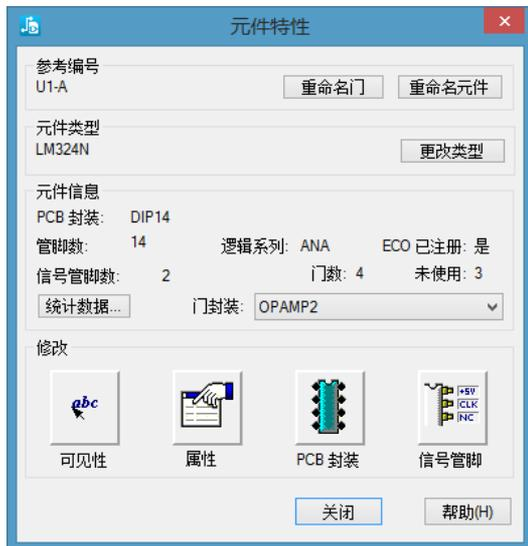
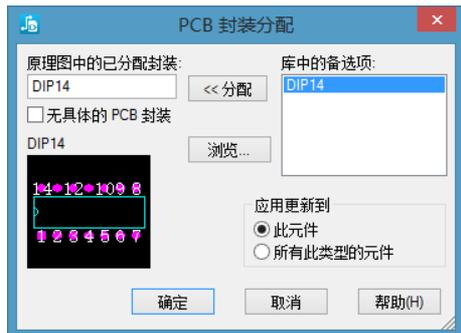
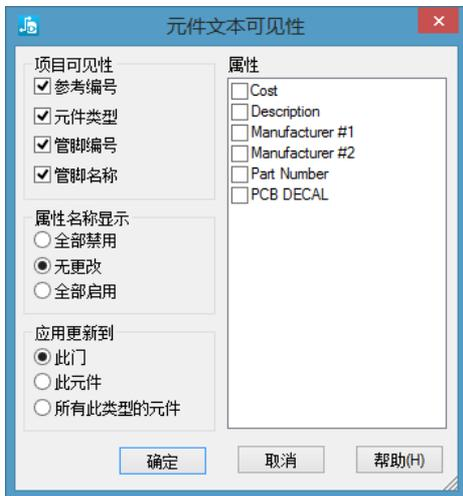
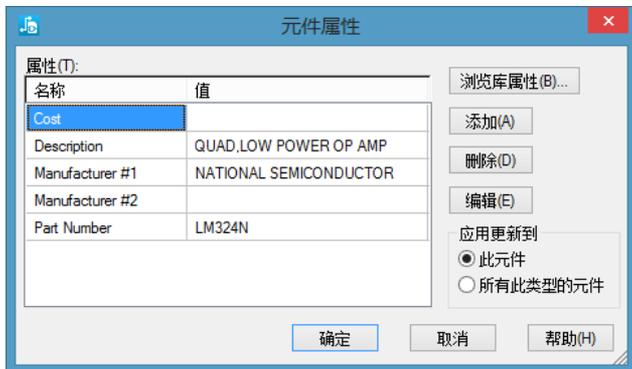

图 3-24 “元件特性”对话框
图 3-26 “PCB 封装分配”对话框
图 3-28 “元件文本可见性”对话框
图 3-29 “元件属性”对话框
在原理图上放置了元件后，就可以对元件属性进行编辑。双击元件，或者单击鼠标右键，在弹出的快捷菜单中选择“特性”命令，则可以进入如图 3-24 所示的“元件特性”对话框，可在此对话框中编辑元件的特性。下面详细讲解该对话框的操作。
用户可以通过如图 3-24 所示对话框来设置元件的封装。单击该对话框中的“PCB 封装”按钮，系统会打开如图 3-26 所示的“PCB 封装分配”对话框。
对于元件的描述文本，如元件名、流水号、引脚名称等可以设置它们的可见性。为了设置元件文本的可见性，可以单击如图 3-24 所示的“元件特性”对话框中的“修改”区域内的“可见性”按钮，即图标按钮 ，系统会打开如图 3-28 所示的“元件文本可见性”对话框。
元件的属性有很多内容，如元件的注释、封装参考等。用户可以单击图 3-24 所示对话框中的“属性”按钮，即图标按钮 ，系统会打开如图 3-29 所示的“元件属性”对话框，通过该对话框，可以设置元件的各种相关属性。
(3)单击“确定”按钮返回“元件特性”对话框。单击“可见性”按钮,即图标按钮 ,系统会打开如图 3-28 所示的“元件文本可见性”对话框。在该对话框中,可以勾选右边“属性”列表框中的“Value”复选框,如图 3-34 所示。